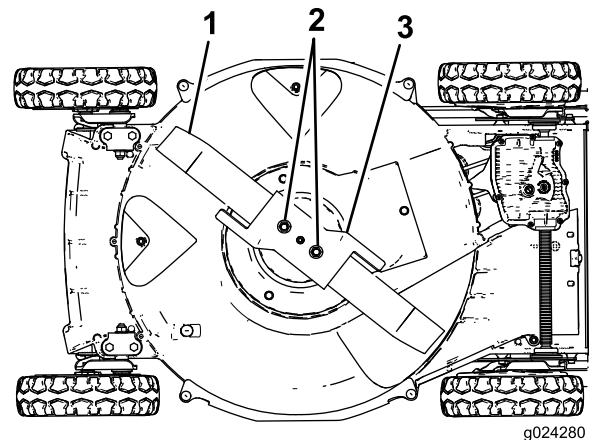

Figura 27
5. Vuelque la máquina hacia su lado **derecho** (limpiador de aire hacia arriba), según se muestra en Figura 27.